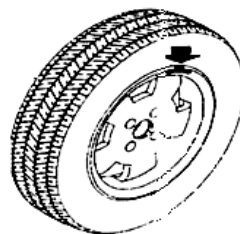

Рисунок 10-2
- 10.2.4 Медленно вращайте колесо, пока на дисплее в окне положения груза на внешней стороне не загорятся все индикаторы и появится сообщение «ОК», закрепите балансировочный груз в положении 12-часов на внешней стороне диска (Рисунок 10-2);